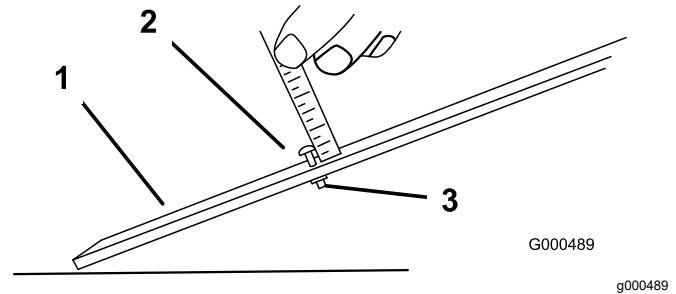

Figura 9
1. Desaperte a porca da barra indicadora e regule o parafuso de ajuste para a altura de corte desejada (Figura 9).